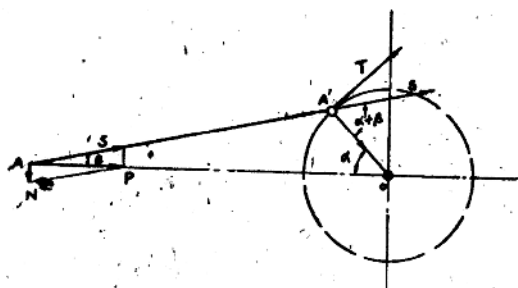

图 7 活塞与连杆所受力的关系
5. 连杆 连杆为连接十字头与偏心拐盘的部件，它传递活塞上受力 P 的分力 S 。由于偏心拐盘的位置时刻在变更，因此力 S 亦随之变化。当 $\alpha = 90^\circ$ 时， β 角最大，亦即活塞受力 P 的分力 S 为最大（见图7）。